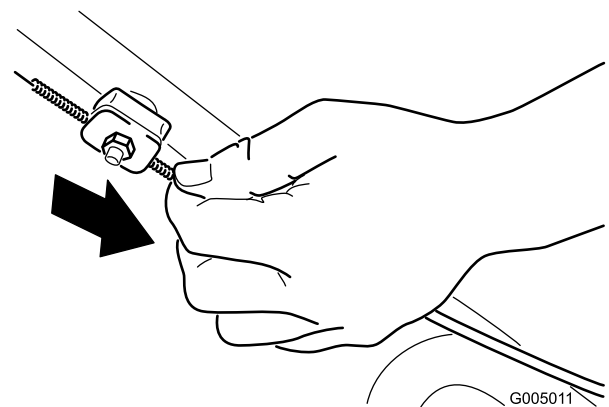

Bild 24
2. Ziehen Sie den Kabelmantel (zur Maschine), bis das Kabel stramm ist (Bild 24).